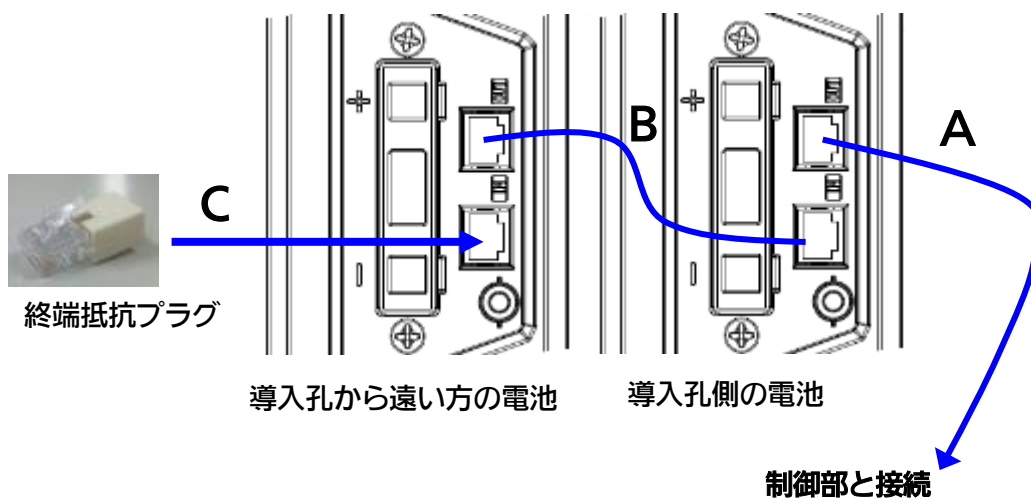

図 3.9 ケーブル（LAN）の配線
- ② リチウムイオン電池制御端子の配線を図 3.9 に示します。添付品の終端抵抗プラグとケーブル（LAN）を接続してください。